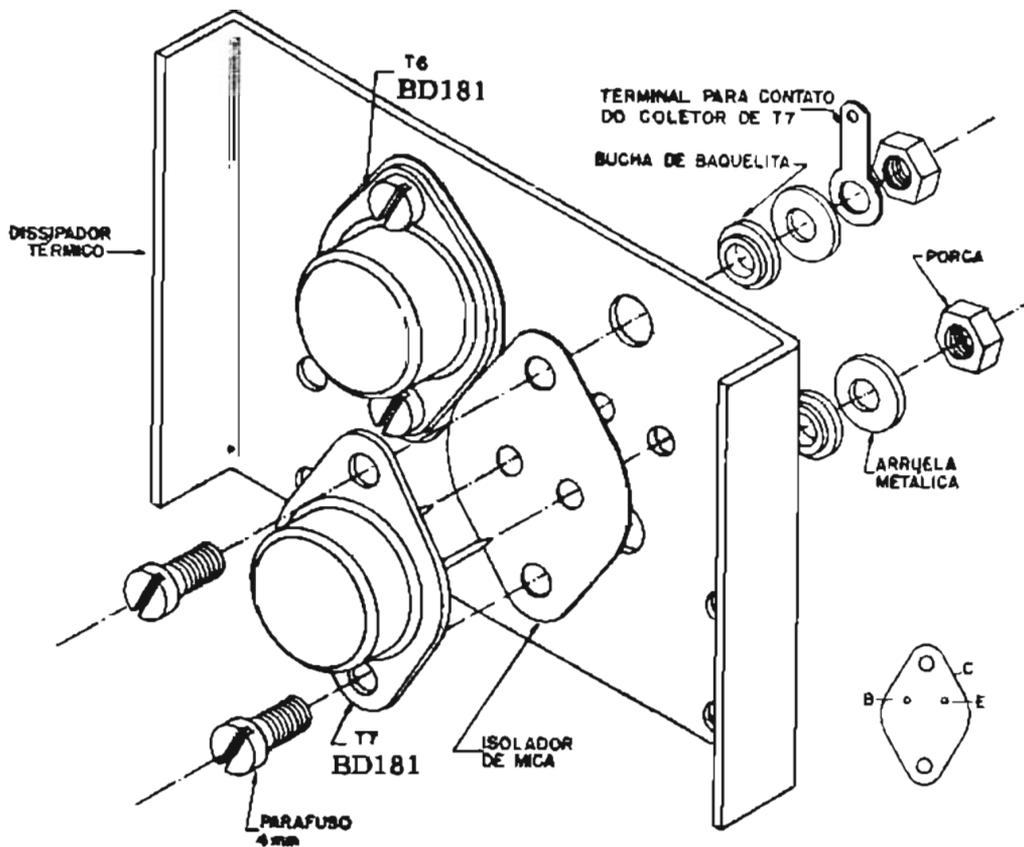

Figura 9 - Montagem dos transistores de potência sobre o dissipador térmico.
- 11 - Para a montagem dos transistores  $T_6$  e  $T_7$  (BD181) no dissipador térmico, oriente-se pela figura 9. Verifique primeiro se os terminais dos transistores  $T_6$  e  $T_7$  estão alinhados. A seguir, introduza êsses terminais nos orifícios correspondentes dos isoladores de mica, previamente untados com graxa de silicone ou vaselina sólida. Proceda com cuidado nestas operações para não danificar os isoladores. Utilizando os parafusos de 4mm de diâmetro, fornecidos no conjunto, monte os transistores no dissipador térmico. Coloque as buchas de baquelita, as arruelas metálicas, os terminais de ligação (só para os dois parafusos superiores) e as porcas, cuidando de não apertá-las excessivamente. Veja a ordem ilustrada na figura 9.